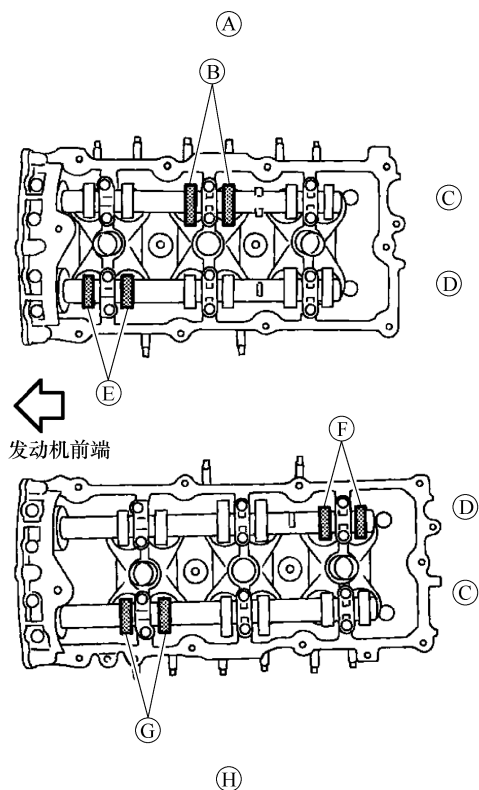

图 3-21 测量气门间隙位置
a. 测量图 3-21 和表 3-1 中所示“×”标记处的气门间隙。
注：表中字母与图 3-21 中字母对应。